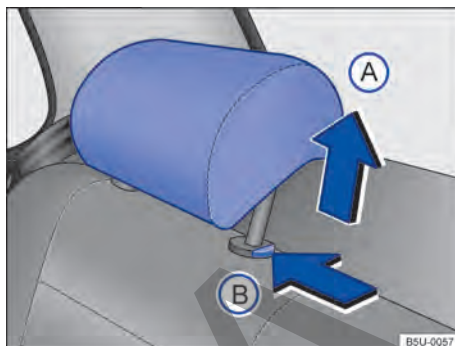

Fig. 57 Apoyacabezas trasero: ajustar.
- Empujar el apoyacabezas hacia arriba en el sentido de la flecha → fig. 57 (A) o con la tecla → fig. 57 (B) presionada, empujar hacia abajo → ⚠ en *Introducción al tema* de la pág. 68.